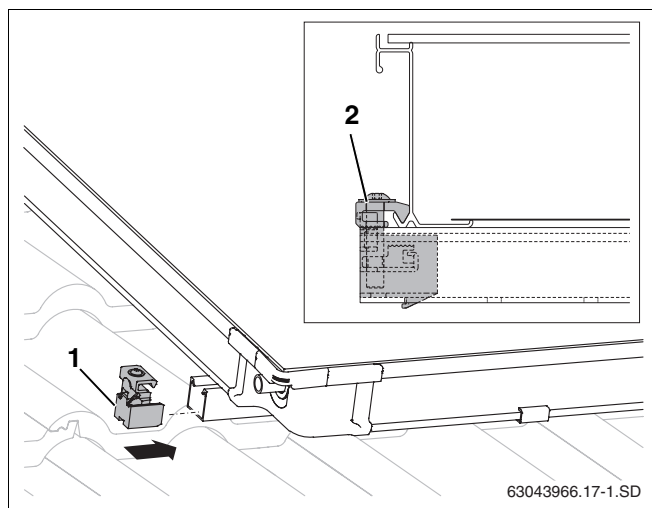

Fig. 48 Tensor unilateral del colector a la izquierda
- ▶ Deslice el tensor unilateral del colector (fig. 48, **pos. 1**) en el perfil guía superior e inferior.
- ▶ Deslice el tensor unilateral del colector hasta el marco del colector y atorníllelo con una llave de tamaño 5 (fig. 48, **pos. 2**).